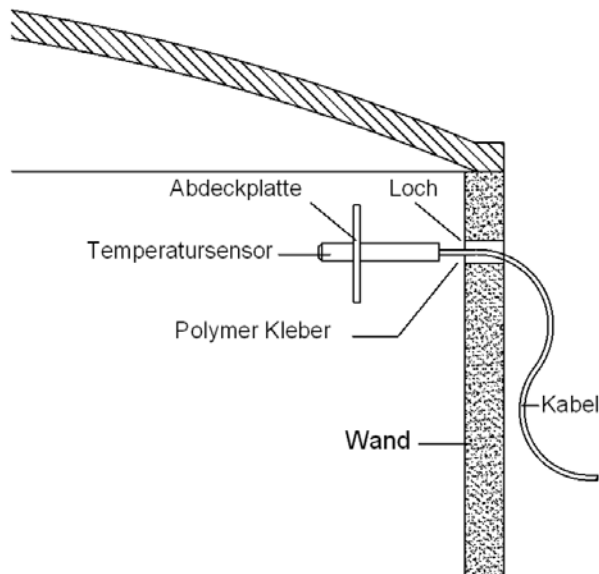

fig. 1
- Befindet sich der ProSteam Generator im angrenzenden Raum, dann bohren Sie ein Loch Ø20 mm in die Wand (fig. 1) Kleben Sie den Sensor mit der Frontplatte in die Wand. Verwenden Sie ausschließlich säurefreien Silikon.